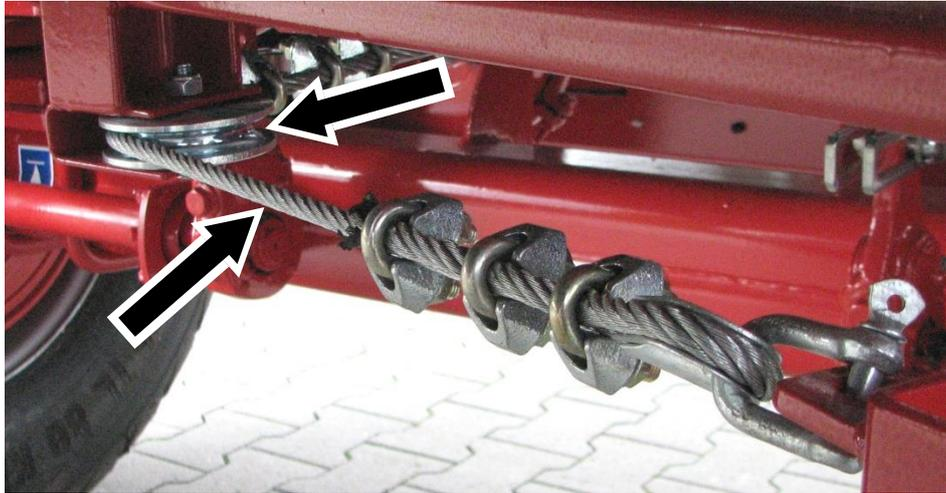

Abbildung 41: Umlenkrolle und Bremsseil einfetten
- ⇒ Fetten Sie das Bremsseil und die Umlenkrolle mit einem Pinsel ein (siehe Abbildung 41).